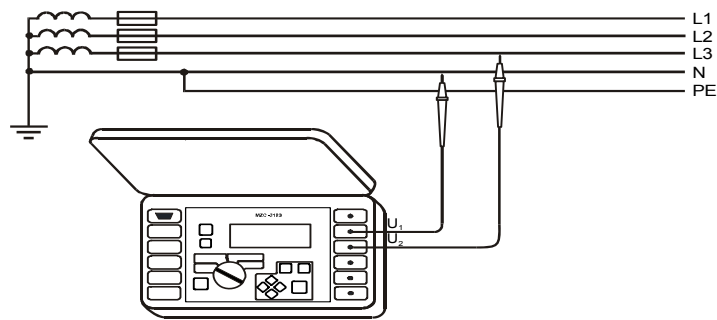

Рис.9. Измерение переменного напряжения
- Измерительные провода подключить к гнездам: **4**  $U_1$  и **5**  $U_2$  (Рис.9)